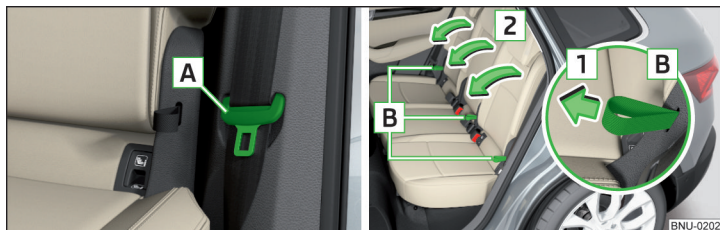

Fig. 82 Posición de seguridad del cinturón / Abatir el respaldo
- Introduzca la lengüeta de cierre **A** del cinturón de seguridad en el orificio situado en el revestimiento lateral » fig. 82.
- Tirar el lazo **B** en el sentido de la flecha **1** y abatir los respaldos en el sentido de la flecha **2** » fig. 82.
- Tirar el lazo **B** al lado del asiento central en el sentido de la flecha **1** y abatir los respaldos en el sentido de la flecha **2** » fig. 82. El respaldo abatido puede usarse como apoyabrazos.